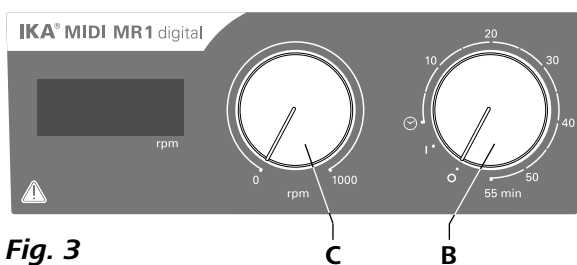

Fig. 3
- ☞ Чтобы включить прибор, поверните ручку «Вкл./ Выкл.» и «Таймер» (B, см. Fig. 3) по часовой стрелке в положение «1».
- ☞ Чтобы выключить прибор, поверните ручку «Вкл./ Выкл.» и «Таймер» (B) в положение «0».
- ☞ Частота вращения двигателя настраивается с помощью ручки «Частота вращения» (C, см. Fig. 3). Частоту вращения двигателя можно задавать в диапазоне от 0 до 1000 rpm для **MIDI MR 1 digital** и от 0 до 600 rpm для **MAXI MR1 digital**.